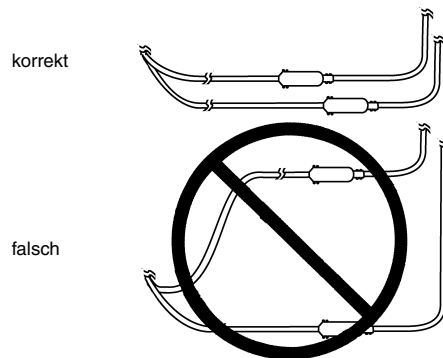

Abbildung 2. Führung von je zwei Elektroden und Verlängerungen
- Bei der Implantation von zwei Elektroden müssen Elektroden und Verlängerungen so verlegt werden, dass diese nur eine minimale Fläche einschließen (Abbildung 2). Bilden die Elektroden und Verlängerungen eine Schleife, verspürt der Patient bei bestimmten elektromagnetischen Störungen (z. B. Diebstahldetektoren) eine momentane Steigerung der Stimulation, die von manchen Patienten als unangenehm (Zuck- und Schlaggefühle) beschrieben wurde.